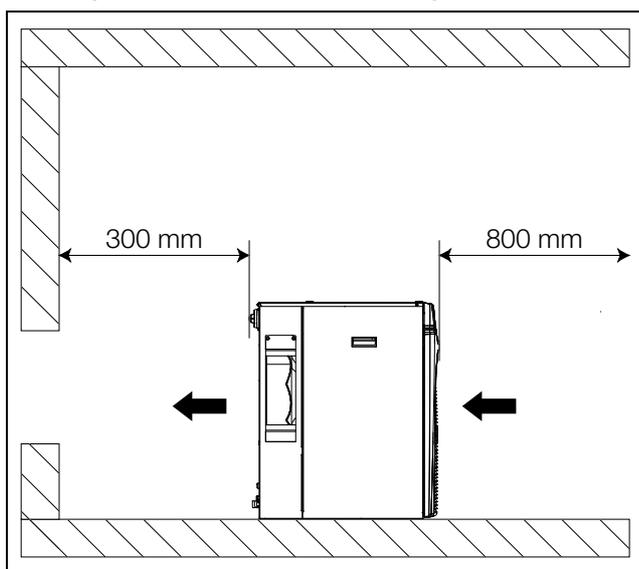
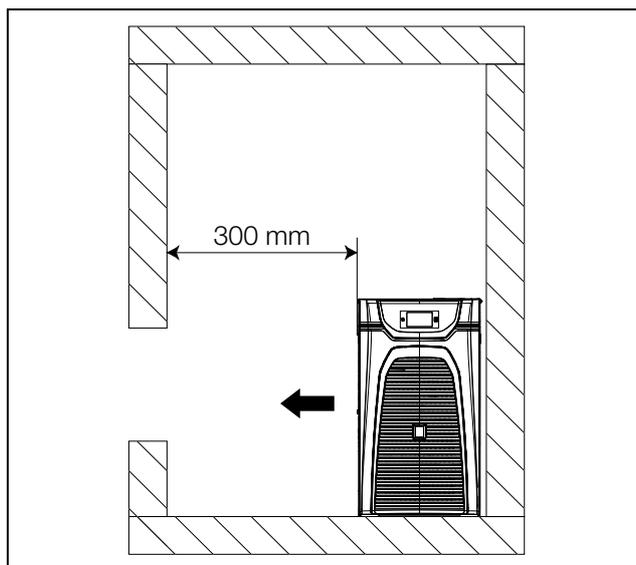

Fig. 27 : distances minimales à l'avant / à l'arrière
Fig. 28 : distances minimales sur le côté
- Afin que l'air chaud sortant puisse s'évacuer librement, au moins **l'une** des ouvertures (côté gauche ou droit) doit être accessible (voir fig. 28). Afin de raccorder les conduites d'alimentation et de faciliter les opérations d'entretien et de réparation, les distances minimales indiquées sur la fig. 27 doivent en outre être respectées.
- Ces distances minimales sur la fig. 27 doivent également être respectées pour éviter un « court-circuit d'air » (mélange de l'air sortant avec l'air entrant) et ainsi garantir la pleine puissance frigorifique.